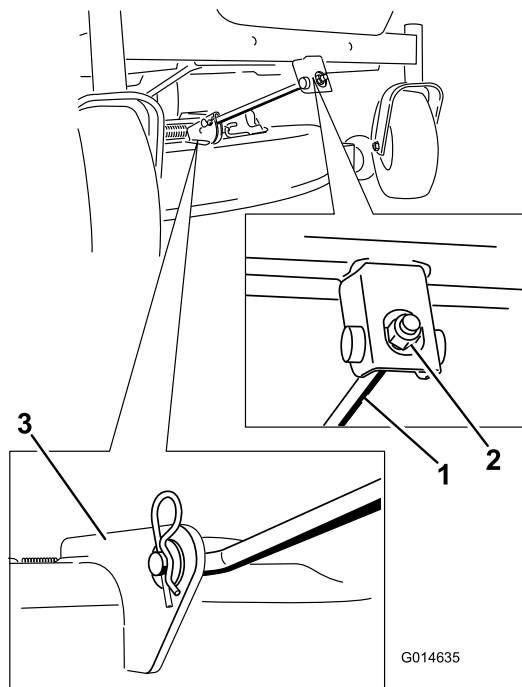

Figura 71
5. Remova o contrapino do gancho da barra de suporte da frente e remova a barra do suporte da plataforma (Figura 71).
6. Coloque a barra de suporte frontal na plataforma do cortador com o pino de segurança e contrapino do gancho (Figura 71).